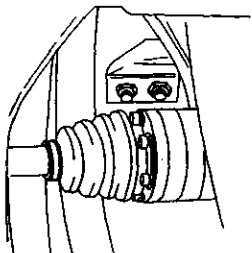

图 3-206 拆下转向
- 3) 拆下固定转向横拉杆的螺母，如图 3-206 所示。